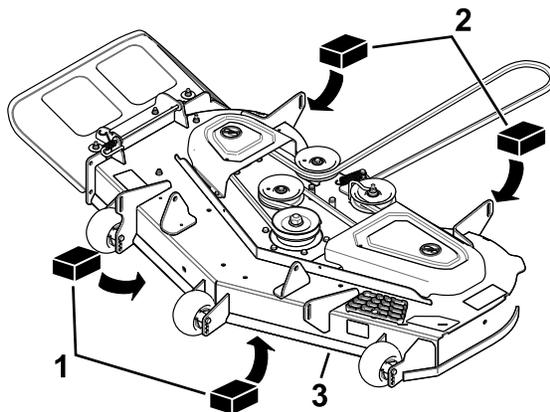

Figure 64
3. Placez deux cales de 6,6 cm (2⁵/₈ po) d'épaisseur chacune sous chaque côté du bord avant du tablier de coupe, mais pas sous les supports des galets anti-scalp (Figure 64).
4. Placez deux cales de 7,3 cm (2⁷/₈ po) d'épaisseur chacune sous le bord arrière de la jupe du tablier de coupe, une de chaque côté (Figure 64).